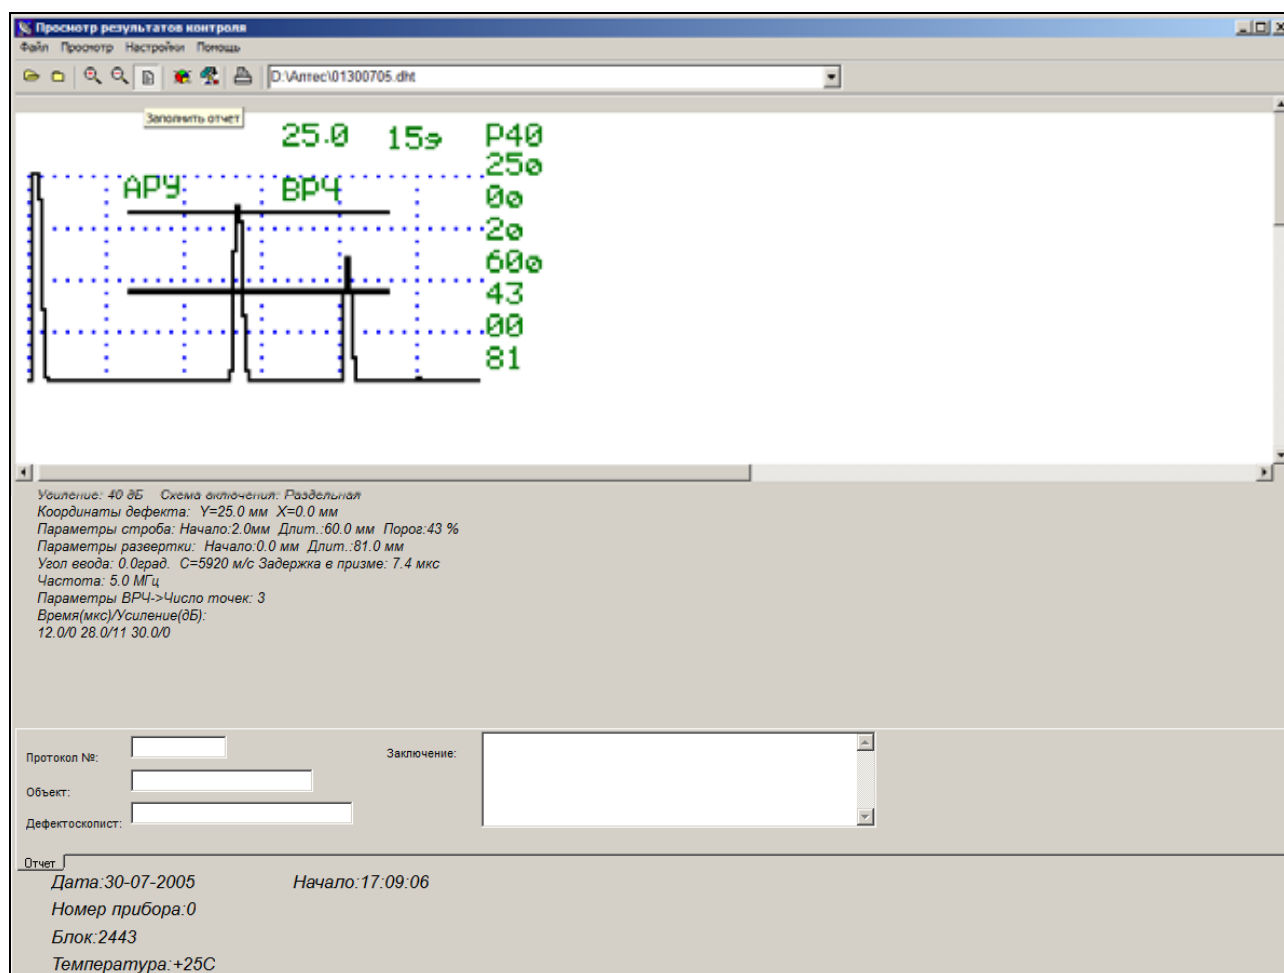

Рисунок 107 – Просмотр результатов ручного контроля.
7.5.3 При просмотре фалов типа ручной дефектоскоп или ручной толщиномер в окне программы появляется запомненная эхограмма и дополнительная информация о параметрах контроля (см. рисунок 107).
7.5.4 При нажатии пиктограммы «Заполнить отчёт» в нижней части окна программы появляются поля, которые оператор заполняет с помощью клавиатуры и «мышки» (см. рисунок 107). Вводимые в отчет данные будут присутствовать в протоколе.